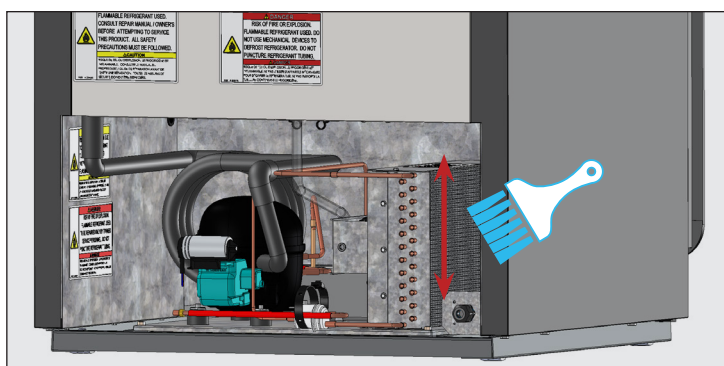

Fig. 3. Nunca pase el cepillo en perpendicular a las aletas del serpentín.
3. Con un cepillo de cerdas duras, limpie con cuidado la suciedad acumulada en las aletas delanteras del serpentín del condensador. Véase la fig. 3.